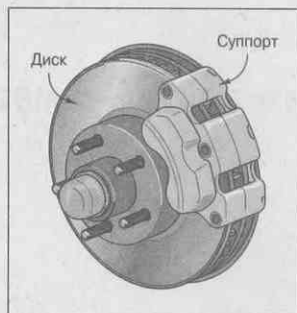

Рис. 4.13. Типичный дисковый тормоз
4. На колесах устанавливаются **дисковые** или **барабанные тормоза**. Для простоты я буду рассматривать только дисковые тормоза. (Барабанные тормоза работают по аналогичному принципу — подробности в главе 10.) Дисковый тормоз представляет собой плоский стальной диск, расположенный между парой **тормозных колодок** (рис. 4.13). Эти колодки находятся в тормозном суппорте, состоящем из одного или нескольких поршней. Последние приводятся в действие тормозной жидкостью и прижимают к диску тормозные колодки.